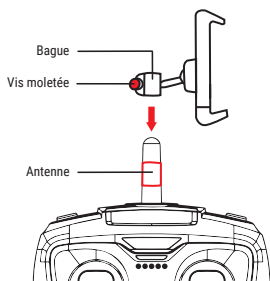

Figure 1: Installation du support
1. Dévisser manuellement la vis moletée située sur le côté de la bague de verrouillage (Figure 1).
2. Insérer le support pour smartphone sur l'antenne de la radiocommande (Figure 1).